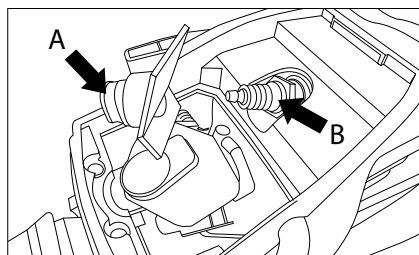

Fig. 25
2. Deconectați cablul de înaltă tensiune de la bujia (A) (Fig. 25).
3. Deșurubați bujia (B) cu cheia speciala. NU UTILIZAȚI NICIUN ALT INSTRUMENT.